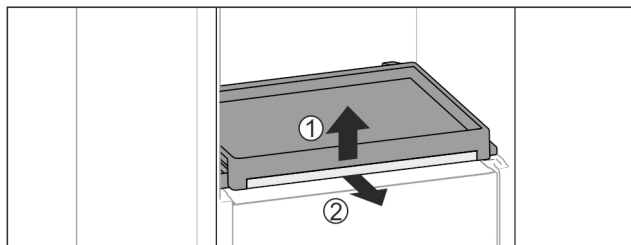

Fig. 39
- ▶ Uitschuifplateau met glasplaat eruit halen: Glasplaat aan de voorkant licht omhoog tillen Fig. 39 (1) en vanaf de voorkant eruit trekken Fig. 39 (2).